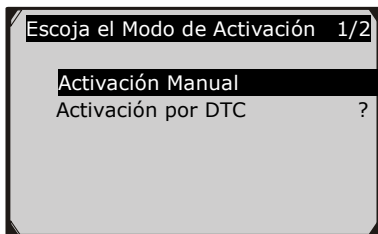

Figura 5.21
- 4) Use el botón de desplazamiento **ARRIBA/ABAJO** para seleccionar un modo de activación y presione el botón **OK**. (Figura 5.21)